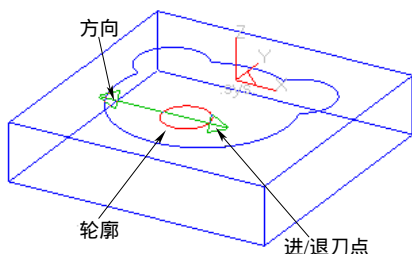
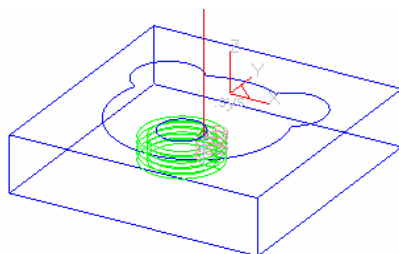

图 8-25 选择轮廓和方向、进刀点和退刀点
图 8-26 生成刀具轨迹
9) 重复上述步骤,拾取图 8-25 所示的轮廓和方向、进刀点和退刀点,生成另一个岛屿的轨迹,如图 8-26 所示。